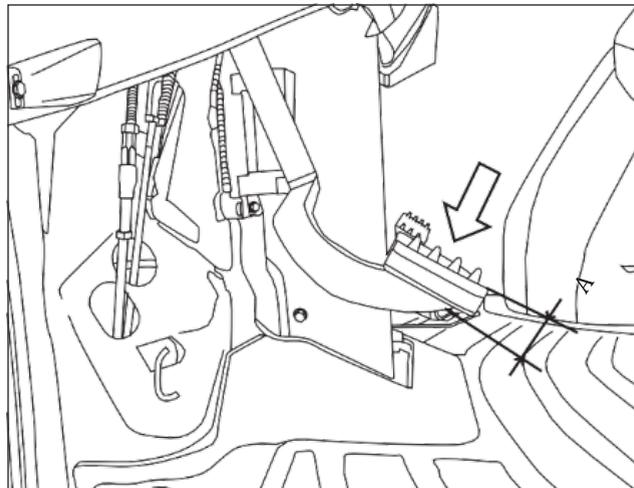

FIG. 123
FIG. 123: Controle regularmente el recorrido del acoplamiento y ajústelo cuando sea necesario. El recorrido del pedal de acoplamiento (A) es correcto cuando está comprendido entre 25 y 35 mm midiendo en la parte trasera del pedal, tal y como se muestra en la imagen.